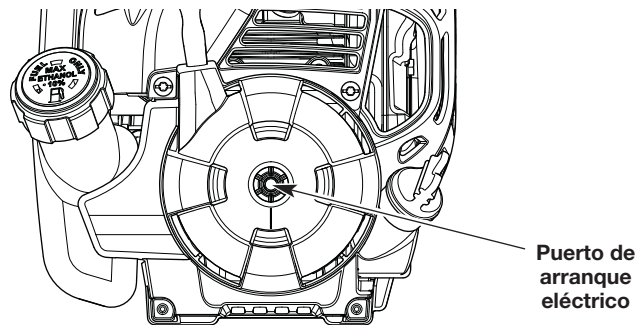

Fig. 12
5. Inserte el accesorio de arranque eléctrico dentro del orificio de arranque eléctrico (Fig. 12). Consulte la sección *Funcionamiento* del manual del operador del accesorio de arranque eléctrico.